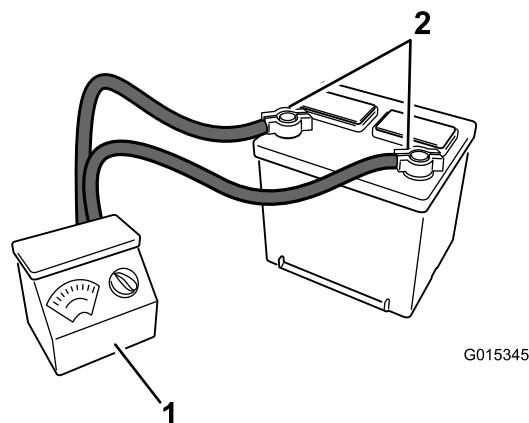

図 2
5. 充電器に接続し、充電電流を3～4Aにセットする（図 2）。3～4Aで充電する。電解液の比重が1.250以上、液温が16℃以上、全部の電極板から泡が出ていれば充電終了である。
6. 充電が終わったらチャージャをコンセントから抜き、チャージャのリード線をバッテリー端子からはずす（図 2）。